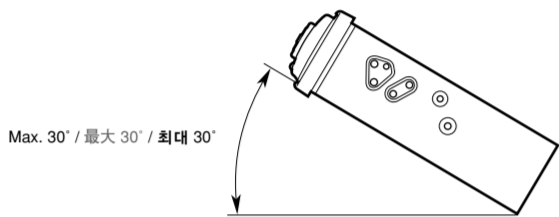

Figure 2 / 图 2 / 그림 2
- Install the unit within 30° of the horizontal plane. (Figure 2)
- 安装时, 请使本装置与水平面的角度在 30° 以内。(图2)